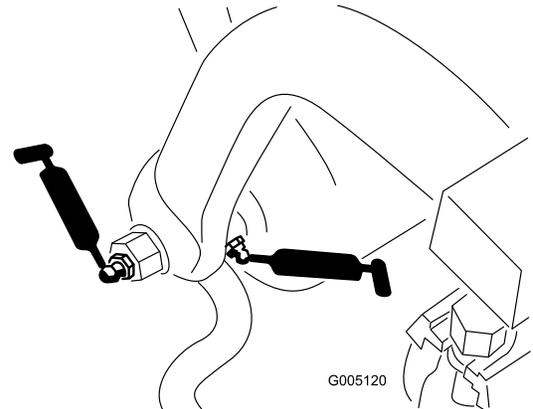

Figure 32
- Axe et rouleur de cadre de traction (12) (Figure 32)